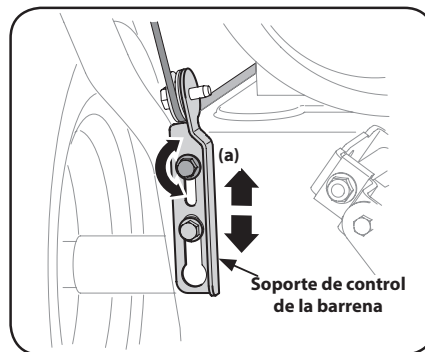

Figura 2-50
4. Deje la barrena engranada durante aproximadamente diez (10) segundos antes de soltar la palanca de control de la misma. Repita esta operación varias veces.
7. Para volver a ajustar el cable de control de la barrena, afloje el tornillo hexagonal superior del soporte de control de la barrena. Consulte Figura 2-50.
8. Ubique el soporte hacia arriba para brindar más juego (o hacia abajo para aumentar la tensión del cable). Consulte Figura 2-50.